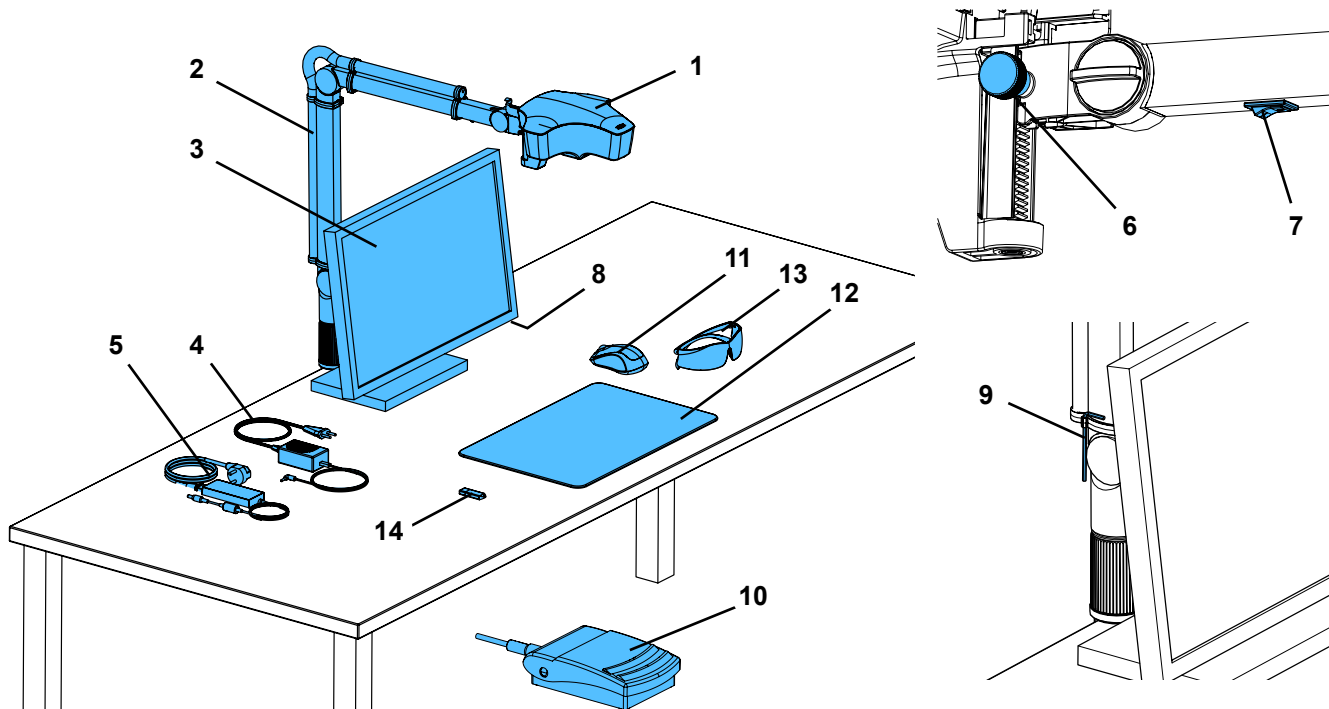

Fig. 1
- ⇒ Coloque el apoyo para la mesa (12, Fig. 1) sobre la mesa de trabajo.
- ⇒ Coloque el ratón (11, Fig. 1) al lado del apoyo de la mesa.
- ⇒ Coloque el interruptor de pie (10) debajo de la mesa e introduzca el cable del interruptor de pie en el interruptor de pie.